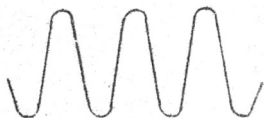

Рис.19
8.9. Подключить СИ-49 к КТ-8. Ручку "усиление" установить в положение 0,05 В/дел. Ручку "длительность" в положение 0,1 мкс/дел. На экране наблюдаем осциллограмму, рис. 19